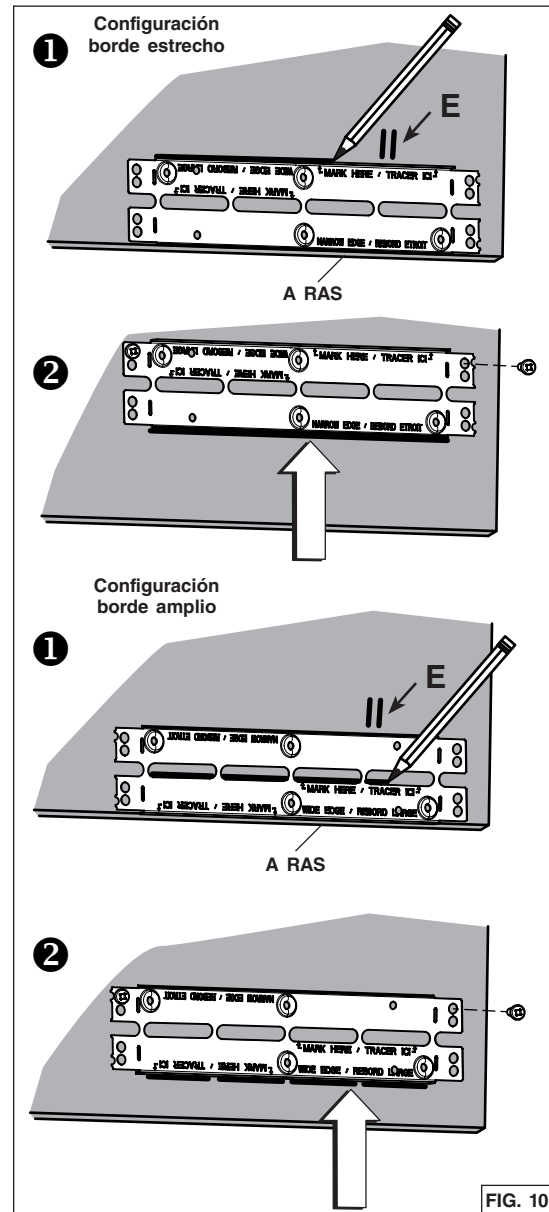

FIG. 10
5. Prestar atención a la ubicación de los ganchos Ease of Install en la unidad (distancia desde la parte delantera de la brida en FIG. 9). Medir y marcar la ubicación de los ganchos Ease of Install (correspondiente a **E** en FIG. 10 en la página siguiente) en ambos lados del gabinete.
6. Instale los soportes de gabinete como sigue (FIG. 10):
- ❶ Coloque el soporte a ras con la parte inferior del panel derecho del gabinete, centrando la marca de la ubicación de los ganchos (E) entre los orificios inferiores en relieve. Para la configuración del borde estrecho, trace una línea encima del soporte. Para la configuración del borde amplio, rase una línea a la base de las ranuras centrales.
- ❷ Instale el soporte a ras con la línea trazada. Sujete el soporte al panel de lado del gabinete usando 2 tornillos para madera n° 8 x 5/8 pulg. (incluidos en la bolsa de piezas) en los orificios superiores.
- ❸ Repetir los pasos ❶ y ❷ para el panel izquierdo.